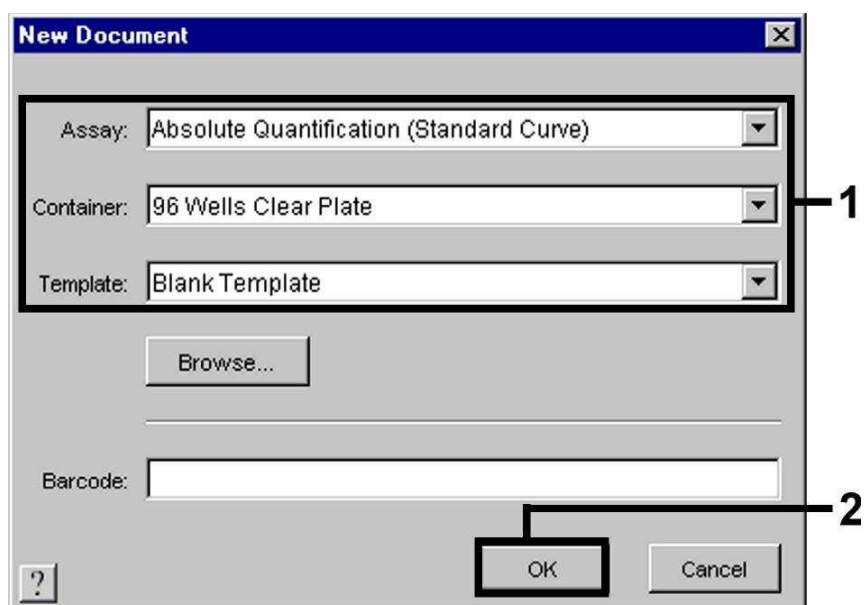

Fig. 16 : Pré-paramétrages lors de la création d'un nouvel essai PCR (New Document).
Dans le cas de l'ABI PRISM 7900HT SDS, sélectionner la commande *New* du menu *File* et définir les paramètres de base suivants pour le nouveau document (voir Fig. 16). Un modèle préalablement enregistré (ABI PRISM SDS Template Document [\*.sdf]) se trouve dans la liste *Template* ou peut être sélectionné à l'aide de la fonction *Browse* (voir 8.5.3.5 Enregistrement de l'essai PCR). Confirmer les indications (OK).